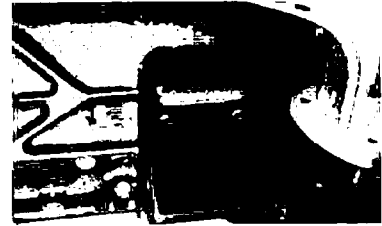

Fig. 2.--Número de serie del motor
– *Número de serie del motor*, estampado en la parte delantera izquierda del bloque de cilindros (fig. 2). Este número no es preciso mencionarlo en la correspondencia, a menos que se solicite expresamente.